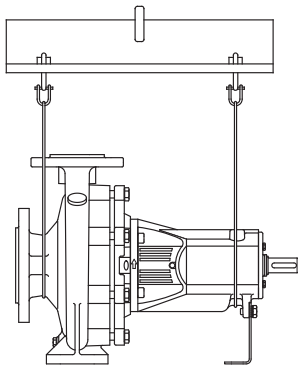
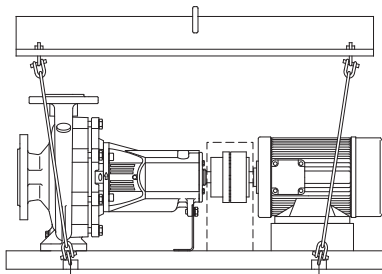

Fig. 1: Transport der Pumpe
Fig. 2: Transport des kompletten Aggregates
- Um Deformierungen zu vermeiden, die Pumpe entsprechend (Fig. 1) bzw. (Fig. 2) anheben. Die auf der Pumpe oder dem Motor angebrachten Aufhängeösen dürfen nicht dazu benutzt werden, das ganze Aggregat zu heben. Sie sind nur zum Transport der Einzelkomponenten bei der Montage oder Demontage bestimmt.